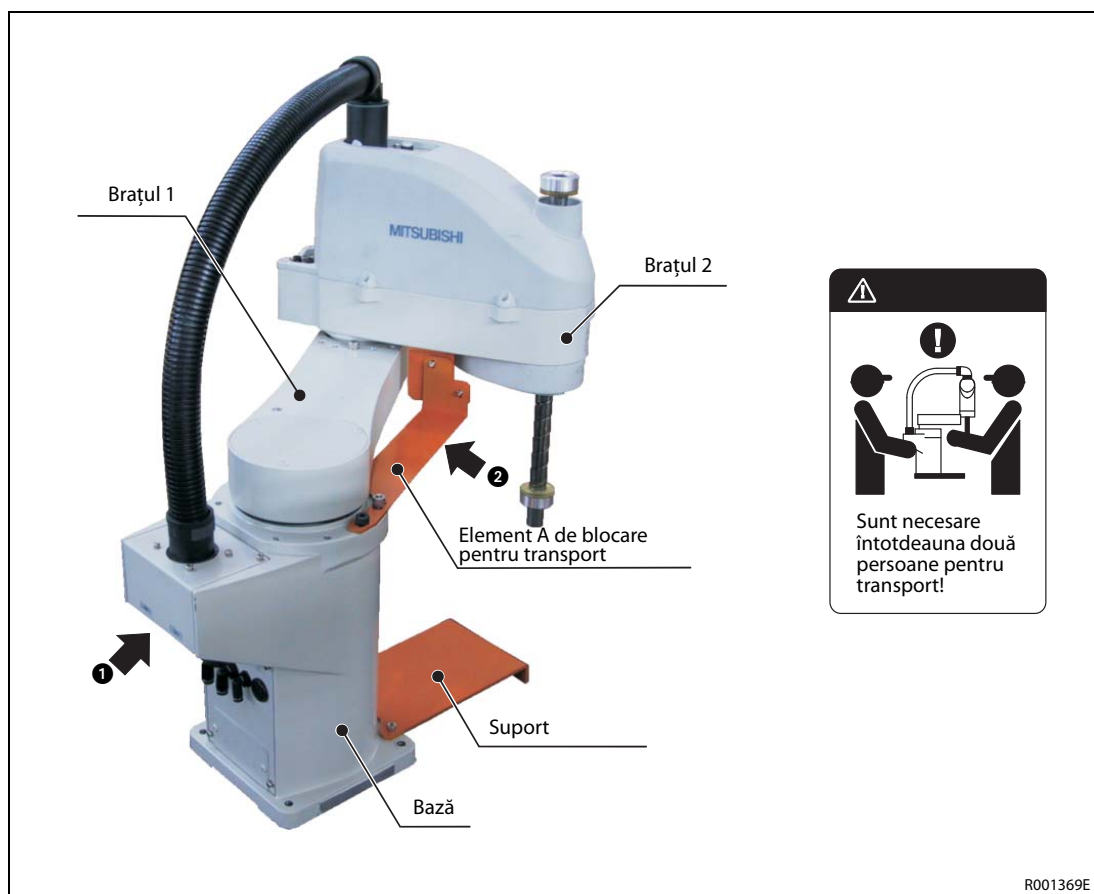

Fig. 3-7: Puncte de prindere de pe brațul robotului
- **Țineți întotdeauna brațul robotului de punctele de prindere ① și ②. Nu țineți niciodată brațul robotului de capace, întrucât pot apărea deteriorări.**
- ① Sunt necesare întotdeauna două persoane pentru transport. Pentru aceasta, țineți întotdeauna brațul robotului de punctele ① de la bază și ② de pe brațul 2, precum și de elementul A de blocare pentru transport (consultați Fig. 3-7). Nu țineți niciodată robotul de părțile laterale sau de capace întrucât acestea se pot desprinde și pot deteriora brațul robotului.